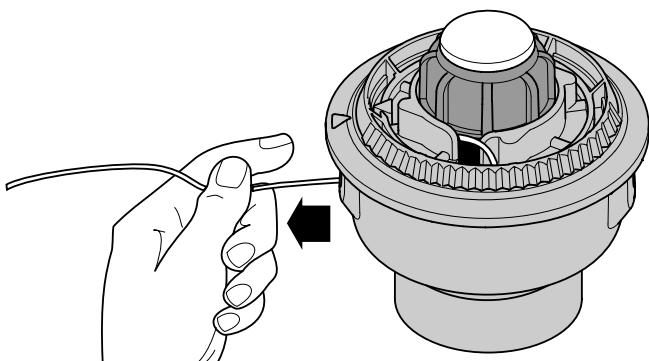

Fig. 44
- Saque la línea de la bobina exterior hasta que esté tirante contra el carrete interior (Fig. 44).